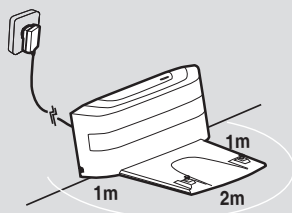

Fig. 2
Plugg inn hovedadapteren og koble den til ladestasjonen. **[Fig. 2]**
3. Ingen objekter bør befinne seg i et område på 2 m foran og 1 m på hver side av ladestasjonen. **[Fig. 2]**